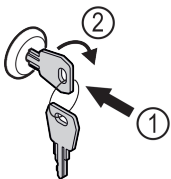

Fig. 75
- ▶ Schlüssel hineindrücken Fig. 75 (1).
- ▶ Schlüssel um 90° im Uhrzeigersinn drehen Fig. 75 (2).